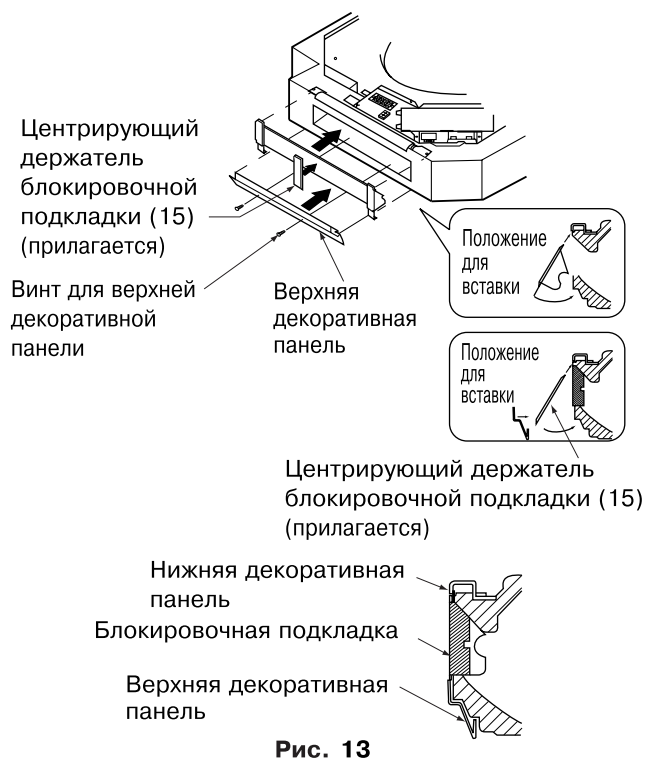

Рис. 13
4. После установки блокировочных подкладок присоедините центрирующий держатель блокировочной подкладки и верхнюю декоративную панель. (См. рис. 13)